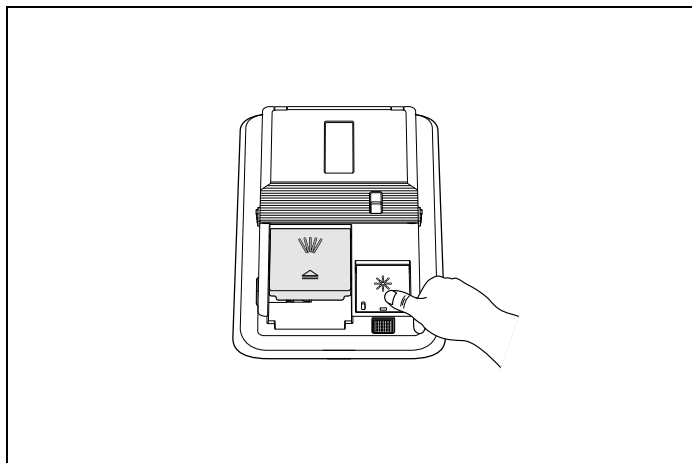

Fig. 73
3) Stäng locket tills det klickar Fig. 73 .